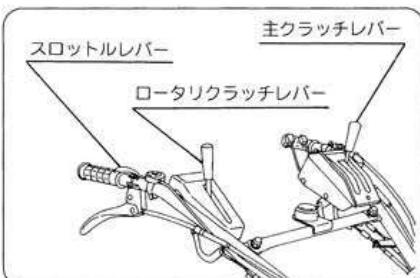

図8
- ❸ 主クラッチレバー、変速レバー、ロータリークラッチレバー、スロットルレバー等が正しく作動するか確認してください。(図8)